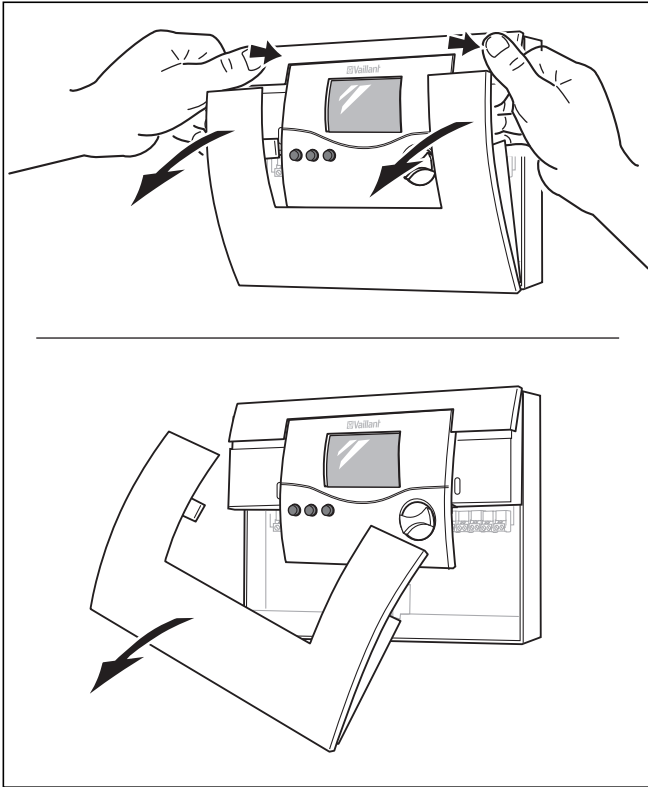

Abb. 4.2 Reglergehäuse öffnen
- Ziehen Sie die untere Frontabdeckung wie in Abb. 4.2 gezeigt vom Reglergehäuse ab.